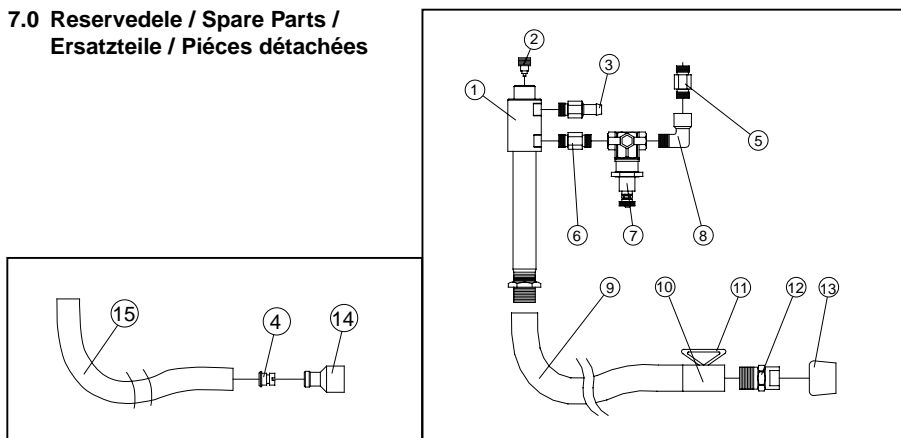

Fig. 2 Reservedele/Spare parts/Ersatzteile/Pièces détachées
Die Injektordüse muss sichern, dass Chemie in den Injektor eingesaugt wird. Siehe Fig. 2 Pos. 2 (Seite 13).
- Changer la buse de l'injecteur, voir fig. 2, pos. 2 (page 13) et s'assurer qu'elle est correctement fixée par des vis.
La buse de l'injecteur a pour fonction d'assurer l'aspiration des produits chimiques dans l'injecteur. Voir Fig. 2 pos. 2 (page 13).
Buse chimique bloquée	Nettoyer la buse de produits chimiques, (Fig. 2 pos. 2 (page 13)).